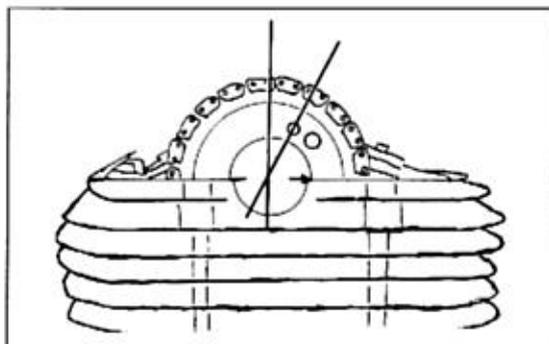

Bild 130
- Steuerkette auf Kettenrad so aufsetzen, dass Stiftloch in 1-Uhr-Stellung steht (Bild 130).